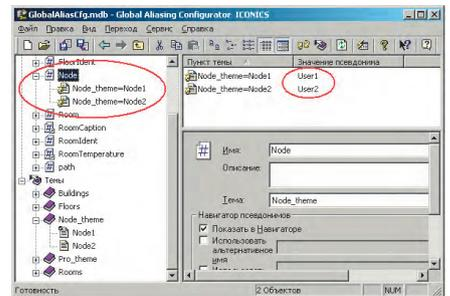

Рис. 6. Настройка глобального псевдонима
1. С помощью Конфигуратора глобальных псевдонимов создайте глобальный псевдоним и определите для него два значения, соответствующих именам узлов, как показано на рис. 6.